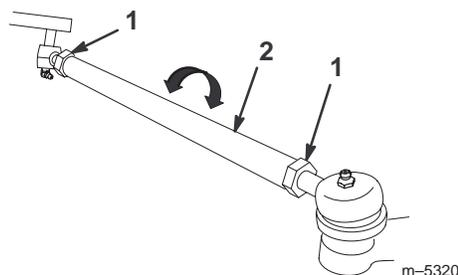

Figure 46
5. Si les mesures sont hors spécifications, desserrez les écrous de blocage aux deux extrémités des biellettes (Fig. 46).